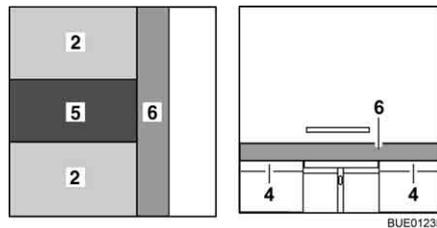

Bild 93 Nach dem Umbau
- Das Zusatzpolster (Bild 93,5) auf den Tisch legen.
- Das Zusatzpolster (Bild 93,6) auf die Bettkasten-Verlängerung (Bild 93,4) legen.